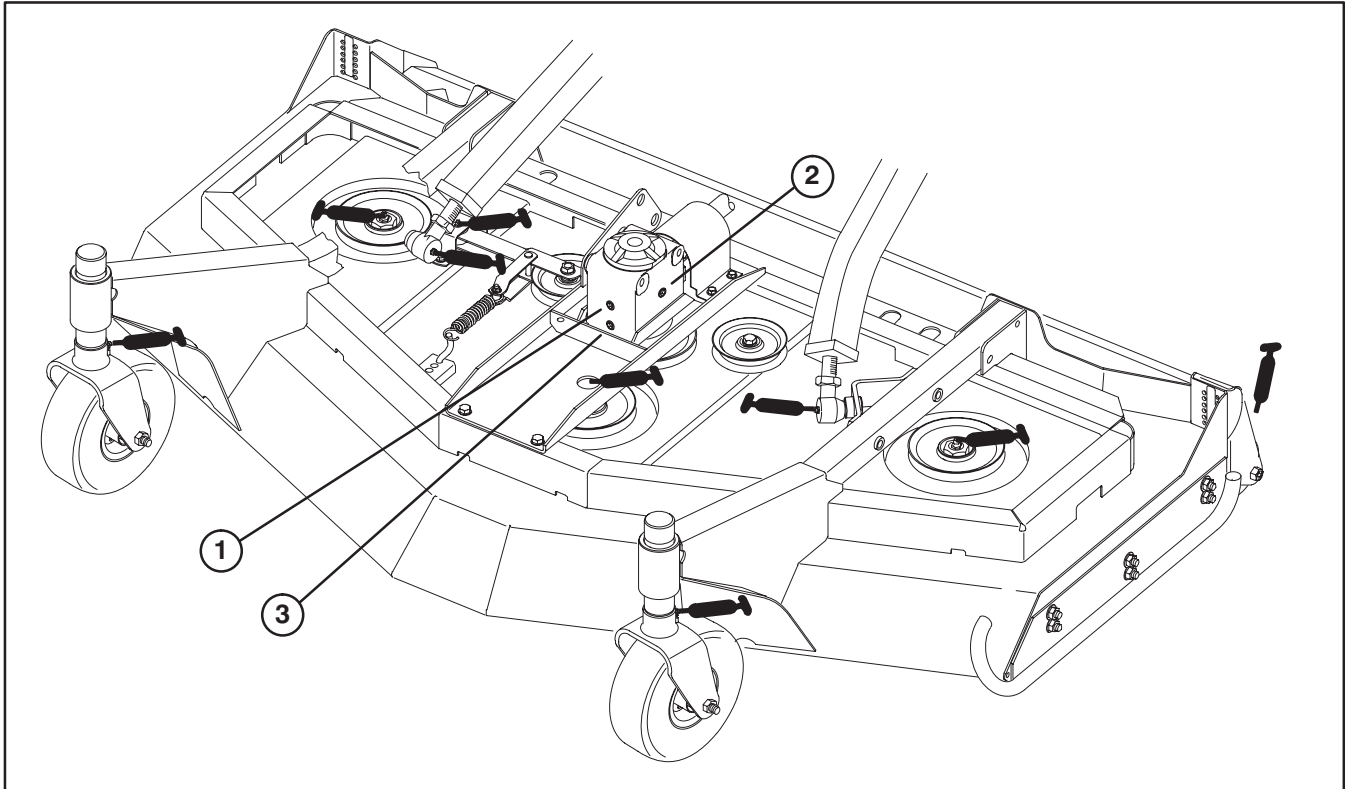

fig. 18
SMÖRJA LAGREN, BUSSNINGARNA OCH VÄXELLÅDAN (fig. 18)
1. Klippenheten har lager och bussningar som måste smörjas. Smörjpunkterna är: de främre länkhjulsaxelbussningarna (2); knivspindellager (3); klipphöjdshjul (2); mellandrevsarmens vridfäste och skjutarmens högra och vänstra kuller (fig. 18).